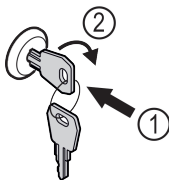

Fig. 153 Przykładowa prezentacja
- Włożyć kluczyk Fig. 153 (1).
- Przekręcić kluczyk o 90° w prawo Fig. 153 (2).